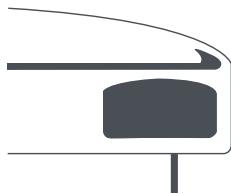

Fig. 11
Orifício de segurança (6). É parte integrante dos sistemas de segurança de que dispõe a sua panela Fagor. Se a válvula de trabalho/reguladora de pressão (3) e a válvula de segurança (7) estiverem obstruídas devido a, por exemplo, um enchimento excessivo da panela e se ocorrer uma sobrepressão no seu interior, o vapor será libertado através do orifício de segurança (6) situado no rebordo da tampa (1) (Fig. 11).